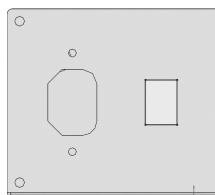

图 14-26 绘制草图 2
10) 单击特征实体的左表面,使其成为草图绘制平面。单击【标准视图】工具栏中的 (正视于) 按钮,并单击【草图】工具栏中的 (草图绘制) 按钮,进入草图绘制状态。使用【草图】工具栏中的 (直线) 工具,绘制如图 14-26 所示的草图。单击 (退出草图) 按钮,退出草图绘制状态。